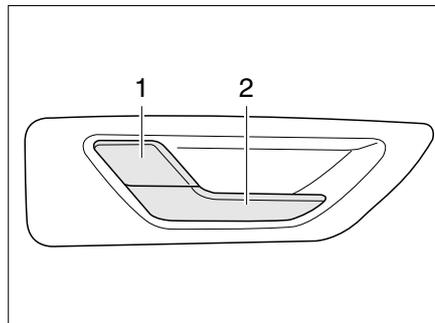

Bild 39 Türschloss Fahrertür, innen
- Am Griff (Bild 39,2) ziehen. Das Türschloss wird entriegelt. Der Sicherungshebel (Bild 39,1) springt automatisch heraus.
- Den Sicherungshebel (Bild 39,1) drücken.